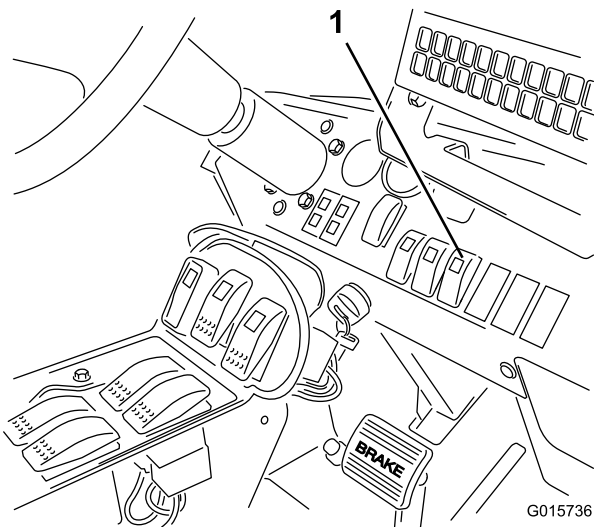

Bild 23
- Drücken Sie den Ultraschall-Auslegerschalter am Armaturenbrett in die Auto-Stellung (Bild 23).